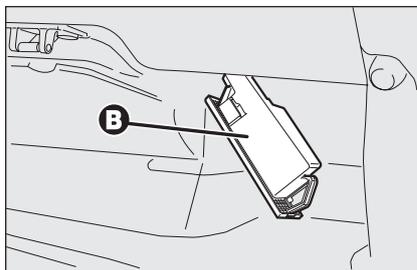

fig. 41
- sollevare la protezione **B-fig. 41**
- richiudere la protezione **B-fig. 41**